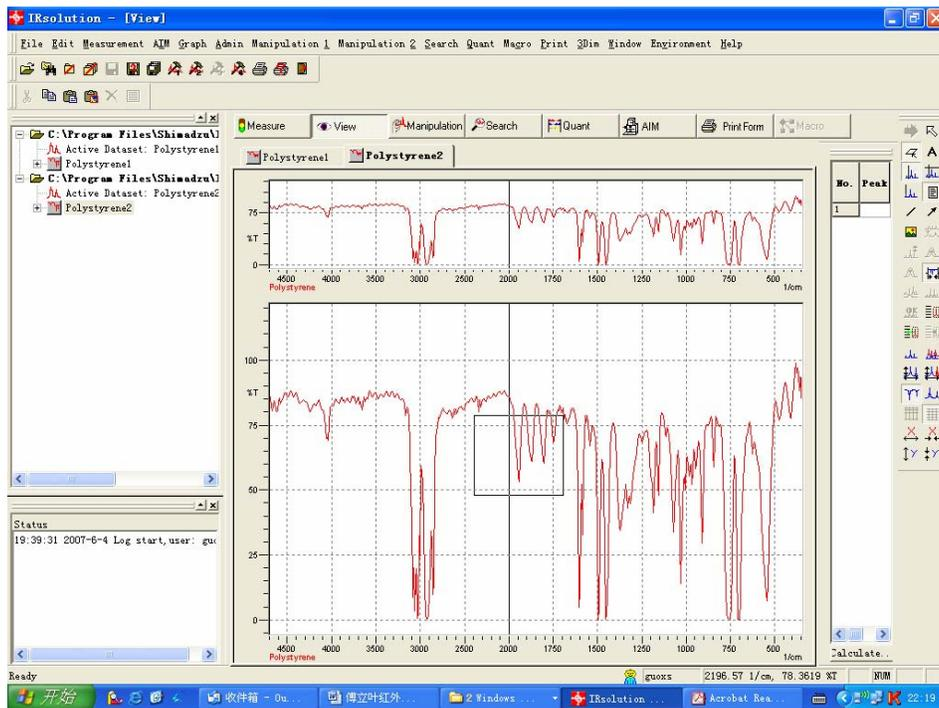

图9 鼠标放大图谱
3. 用鼠标拖曳可以放大图谱的任意地方,也可以用鼠标菜单进行其他操作。在上面的图谱是全图,下面的图谱是经过选择的图谱,并且在上面的图谱中会有阴影部分标明下面的图谱在全图中的位置。如图9。